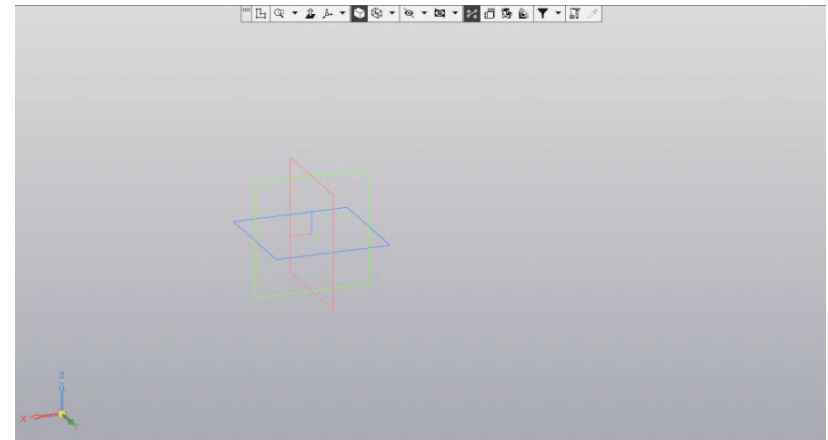

Рисунок 1.10 – Рабочее пространство
**Рабочее пространство программного обеспечения** (рисунок 1.10). На рабочем пространстве будут отображаться все созданные, скрытые или добавленные элементы. В зависимости от выбранных параметров (команды выше) зависит отображение деталей. В центре рабочего пространства располагается система координат, на которой располагаются основные плоскости.